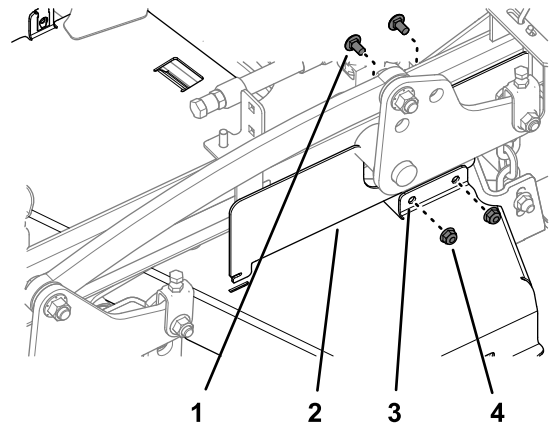

Figura 36
3. Retire los 2 pernos de cuello cuadrado y 2 contratuercas que fijan la cubierta CE del lado izquierdo a la cubierta de la correa izquierda (Figura 36).